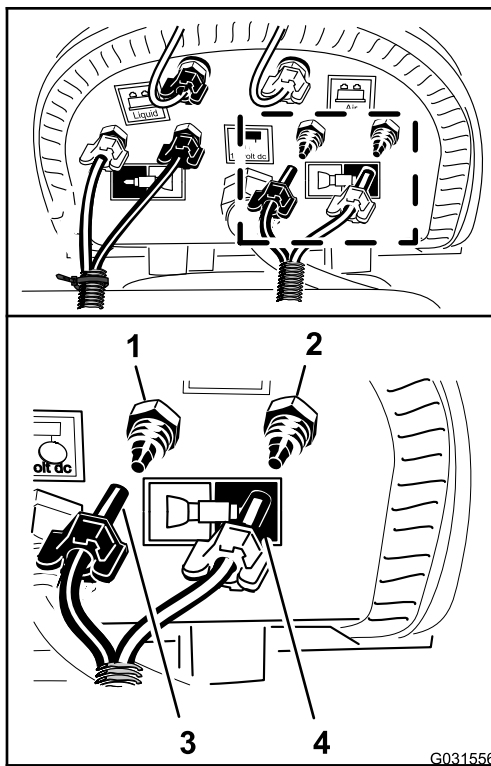

Figure 144
5. Branchez les tubes non repérés (sans serre-câble) en reliant le tube bleu de la section de pulvérisation gauche au raccord à compression du circuit d'eau de la section de pulvérisation gauche (Figure 144).
6. Vissez l'écrou à compression du tube sur le raccord à la main (Figure 144).
7. Branchez le tube transparent de la section de pulvérisation gauche au raccord à compression du circuit d'air de la section de pulvérisation gauche (Figure 144).
8. Vissez l'écrou à compression du tube sur le raccord à la main (Figure 144).